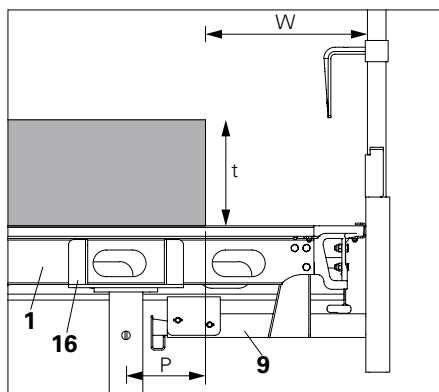
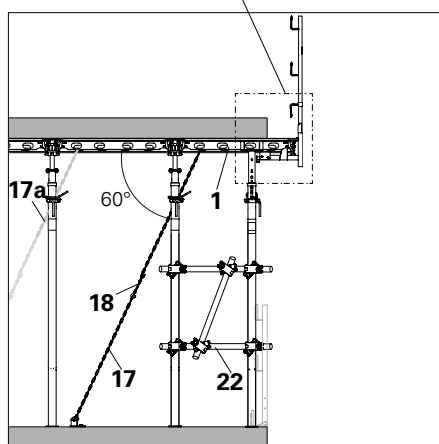
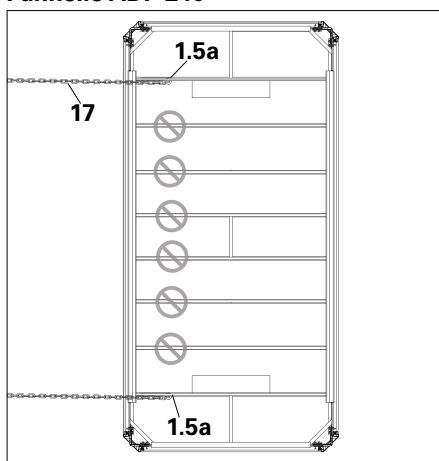
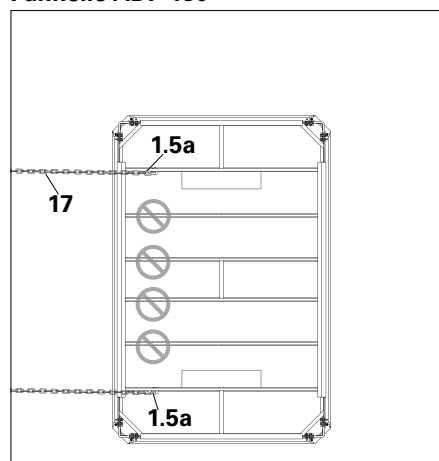

Fig. A10.05a
Fig. A10.05
Fig. A10.06
Fig. A10.07
Devono essere montati rinforzi supplementari con catene (17a) per il trasferimento dei carichi orizzontali a causa dei bordi aperti del solaio. Rispettare la pianificazione specifica del progetto con riferimento al numero di catene supplementari richieste. (Fig. A10.05)
Progettare la sporgenza del solaio P (tra centro del puntello e bordo del solaio) e la larghezza dell'area di lavoro W come da (Fig A10.05a) e (Tabella A10.01)
Progettare la sporgenza del solaio P (tra centro del puntello e bordo del solaio) e la larghezza dell'area di lavoro W come da (Fig A10.05a) e (Tabella A10.02)
1. Montare il pannello ADP (1) con il supporto parapetto ADG (9). (Fig. A10.05a)
2. Collegare la testa a croce ADC (16) con il puntello per sostenere il pannello ADP (1).
3. Assicurare l'area a sbalzo con catena di ancoraggio 3,0 kN (17). (Fig. A10.05)
4. Montare rinforzi a Z aggiuntivi (22) per stabilizzare i puntelli perimetrali, ad es. rinforzi mediante tubi e giunti. (Fig. A10.05)
Utilizzare n. due catene per pannello come mostrato nella figura. (Fig. A10.06 + Fig. A10.07)
Non attaccare la catena di ancoraggio 3,0 kN (17) a qualsiasi punto diverso dalla prima fessura (1.5a) presente sul puntone trasversale più esterno C del pannello. (Fig. A10.05a), (Fig. A10.06) e (Fig. A10.07).